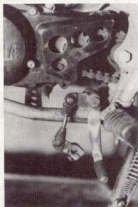

Bild 66
- Drehzahlmesserwelle demontieren: Vom Ölpumpengehäuse aus erreicht man die Schraube M6×25. Nach deren Ausbau lässt sich die Drehzahlmesserwelle aus ihrer Aufnahme im Motorblock herausziehen (Bild 66).